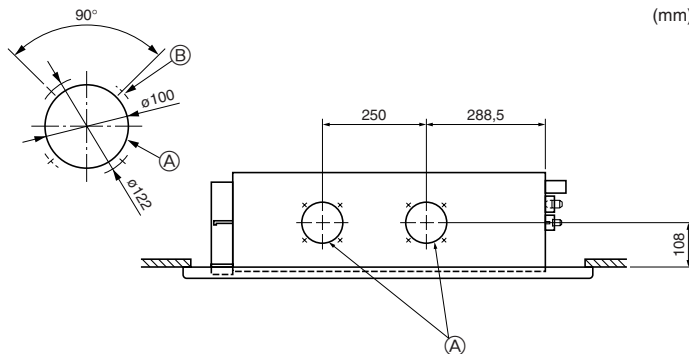

Fig. 2-10
2.5. Frischluftansaugöffnung (Fig. 2-10)